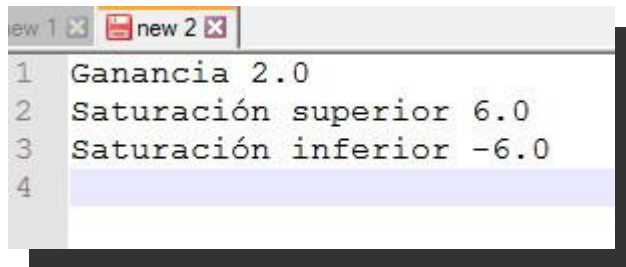

Figura 4. Parámetros de configuración del ejemplo
- Suponga también que los parámetros de configuración que aparecen en el archivo de entrada son los mostrados en la figura 4. Estos parámetros pueden ser de cualquier valor (de hecho, en el transcurso de la práctica se pedirá que estos valores cambien).